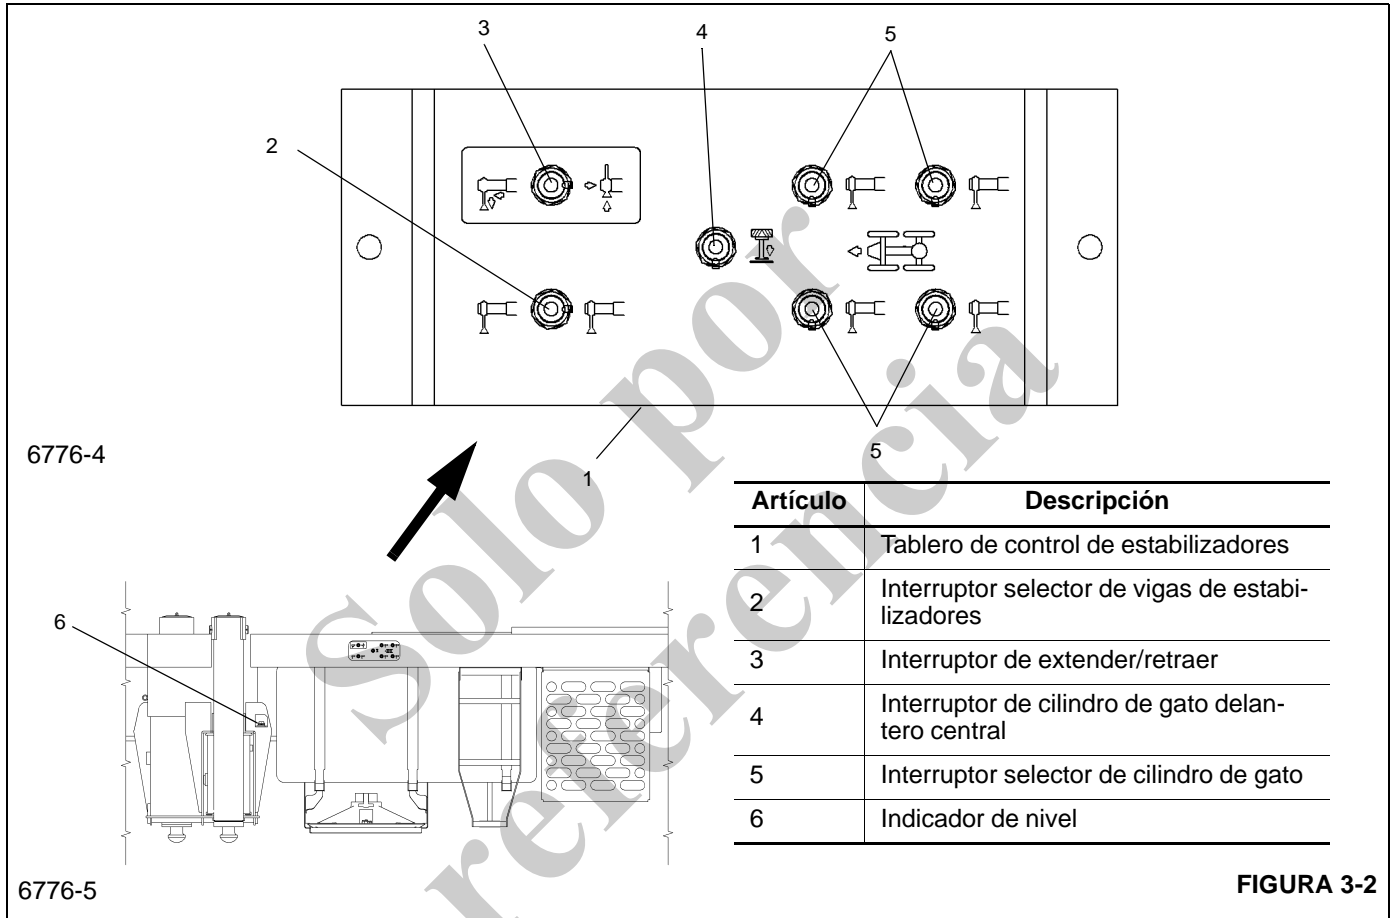

FIGURA 3-2
**NOTA:** Los siguientes párrafos describen los controles e indicadores adicionales que se encuentran en el vehículo para accionar los estabilizadores. Los números que aparecen entre paréntesis ( ) corresponden a los números de índice que aparecen en la Figura 3-2.